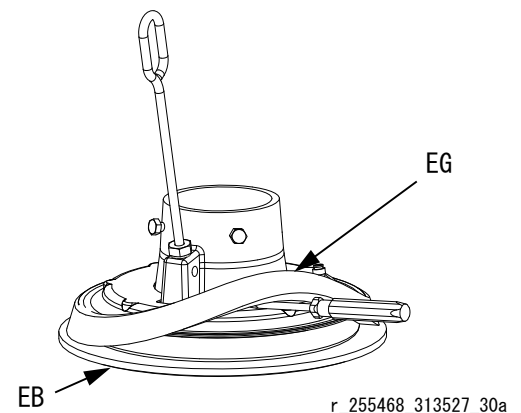

図 11
1. 下端から作業をし、ドライバーを使用して、この応用でスペーサ (EG) を引き外します。スペーサを、完全にプラテンのフランジの上になるように上げます。図 11 を参照してください。